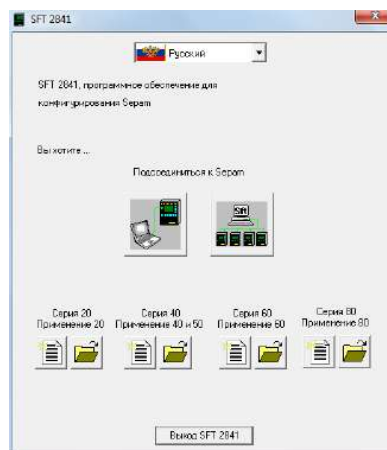

Рисунок 8.1 – Окно «SFT2841»
6. Запустить приложение SFT2841, в окне программы нажать кнопку  (рис. 8.1).